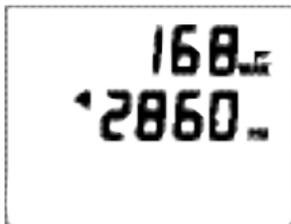

Fig. 93 - INMERSIÓN
**INMERSIÓN PROFUNDÍMETRO ALT 1;** ésta es la información mostrada (Fig. 93)